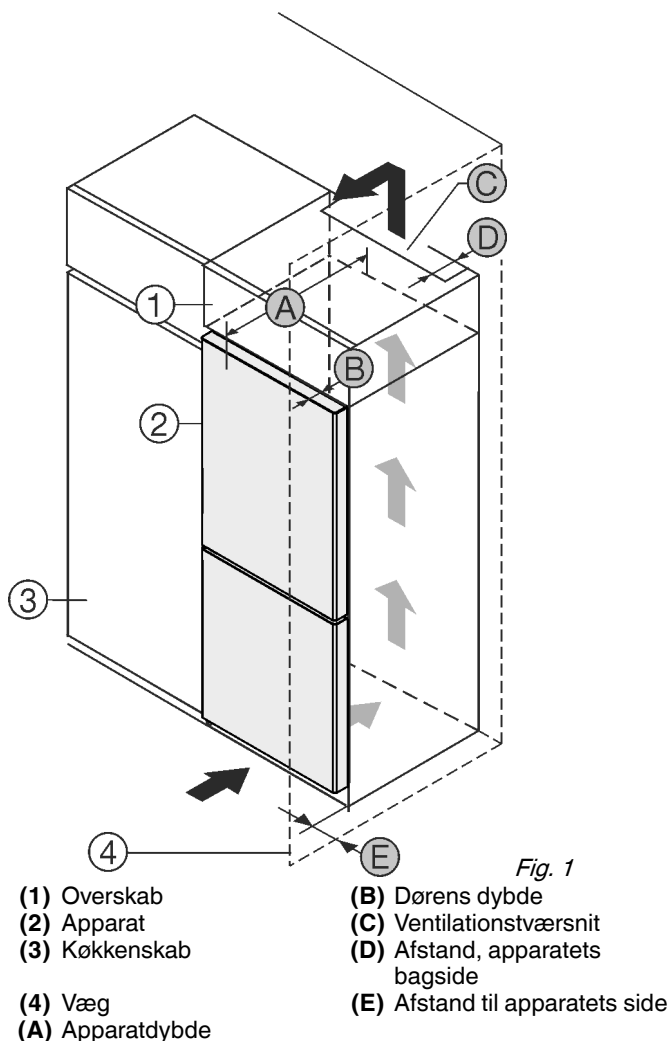

Fig. 1
- (1) Overskab
- (2) Apparat
- (3) Køkkenskab
- (4) Væg
- (A) Apparatdybde
- (B) Dørens dybde
- (C) Ventilationstværsnit
- (D) Afstand, apparatets bagside
- (E) Afstand til apparatets side
Opstil apparatet direkte ved siden af køkkenskabet Fig. 1 (3).
På bagsiden af overskabet skal der være en ventilationskanal med dybden Fig. 1 (D) over hele overskabets bredde.
Ventilationstværsnittet Fig. 1 (C) under rummets loft skal overholdes.
Hvis apparatet opstilles med hængslerne ved siden af en væg Fig. 1 (4), skal afstanden mellem apparatet og væggen være mindst 13 mm.
Hvis apparatet opstilles med hængslerne ved siden af en væg Fig. 1 (4), skal afstanden mellem apparatet og væggen være mindst 20 mm.
For at døren kan åbnes helt, skal apparatet rage frem med dørens dybde Fig. 1 (B) i forhold til køkkenskabets forside. Apparatet kan rage mere ud afhængigt af køkkenskabenes Fig. 1 (3) dybde og anvendelsen af vægafstandsholdere.*